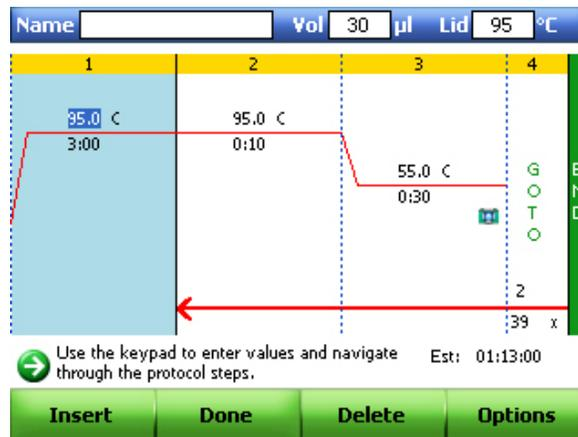

Figura 33. Protocolo predefinido de PCR em tempo real.
1. Seleccione **New Protocol (F4)** no ecrã de arranque para iniciar (Figura 33).
3. (Opcional) Para inserir um novo passo, seleccione o botão **Insert** (Inserir) (F1). Para eliminar um passo, seleccione o botão **Delete** (Eliminar) (F3) (Figura 33).
- (Opcional) Para alterar as opções dos passos, seleccione o botão **Options** (Opções) (F4) (Figura 33). Na janela **Step Options** (Opções de passos), seleccione o parâmetro a alterar, incluindo a temperatura e o tempo do passo, ou adicione/remova uma leitura de placa do passo (Figura 34).
- (Opcional) Para alterar o volume de amostra predefinido, seleccione a caixa de volume de amostra (**Vol**) (Figura 33 na página 53). Utilize as teclas alfanuméricas para introduzir um novo volume de amostra em microlitros. O volume de amostra que for introduzido determina o modo de controlo da temperatura utilizado durante um ciclo.
- (Opcional) Para alterar a temperatura predefinida da tampa, seleccione a caixa de temperatura da tampa (**Lid**) premindo as teclas de setas (Figura 33 na página 53). Utilize as teclas alfanuméricas para introduzir uma nova temperatura. Para o sistema CFX96, utilize uma temperatura da tampa de 105°C.
- Para iniciar o ciclo, clique em **Done** (Concluído) (F2) na janela do protocolo (Figura 33 na página 53).